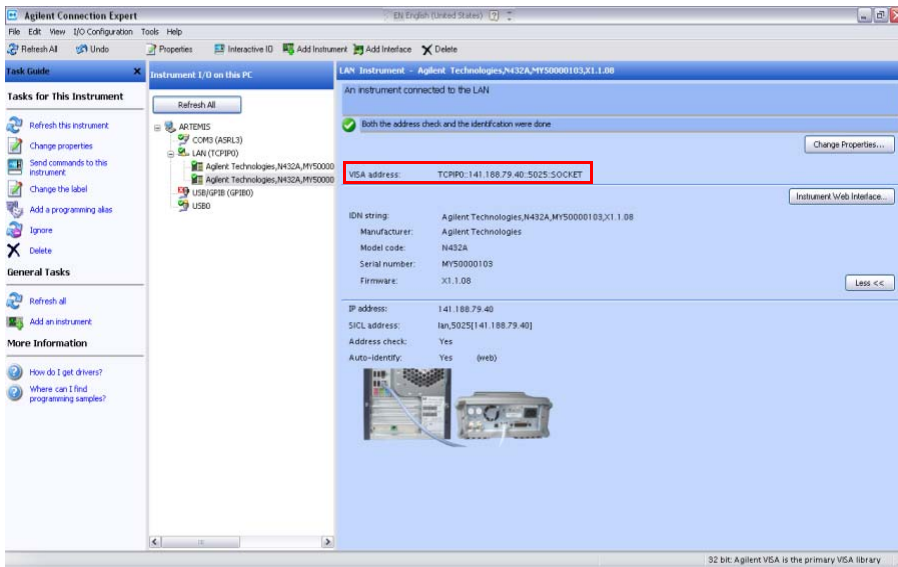

図 1-16 ソケット接続で接続された N432A
- 6 **OK** をクリックします。Agilent Connection Expert ウィンドウに戻ります (図 1-16)。N432A がソケット接続経由で正常に接続されました。